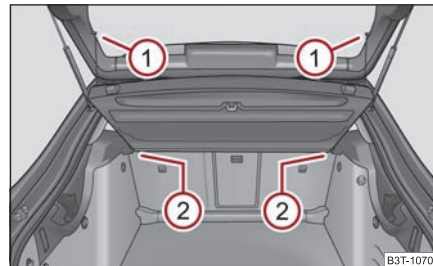

Fig. 95 Desmontaje de la cubierta del maletero
- Desenganchar las cintas de sujeción en la tapa de maletero ① ⇒ **fig. 95**.
- Extraiga la cubierta de la fijación ② horizontalmente hacia atrás. ►
- Para volver a efectuar el montaje, introducir primero la cubierta del maletero en la fijación (2) y, a continuación, enganchar las cintas de sujeción (1) en la tapa de maletero.